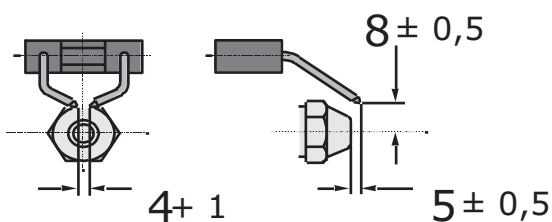

Рис. 506
- Затем проверить просвет между кончиками электродов и распылительной форсункой (см. Рис. 506) и при необходимости отрегулировать его.
- Проверить просвет между электродами (см. Рис. 506) и при необходимости отрегулировать его.